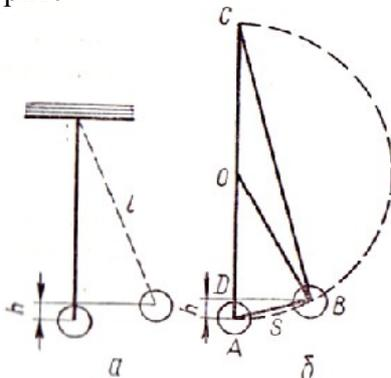

рис.2
5. Высоту подъема шара определите по максимальному отклонению  $s$  от положения равновесия (см. рис.2).